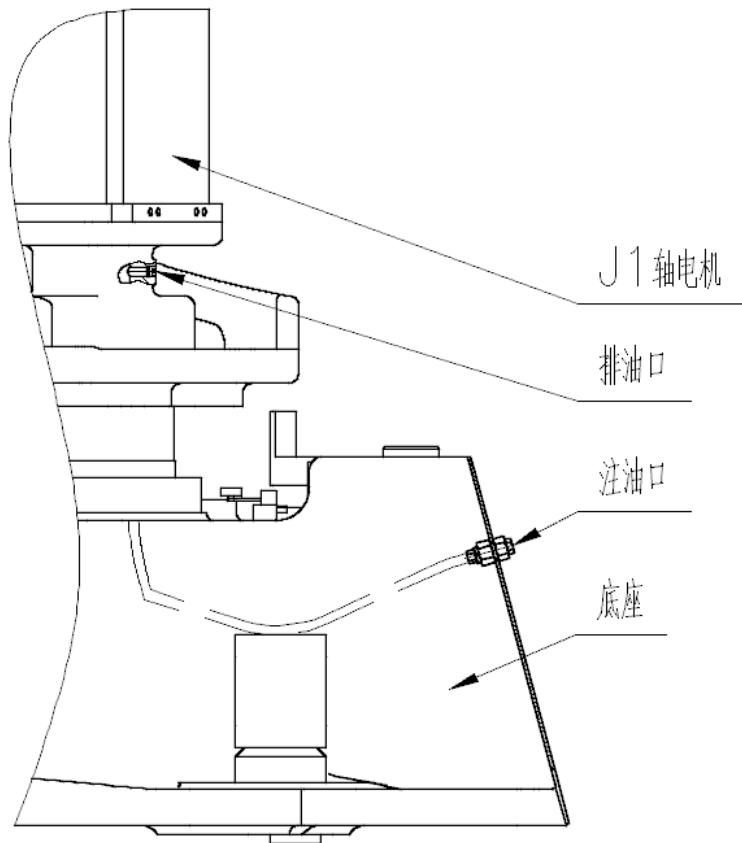

图 11 J1 轴局部结构
(1) 油脂补充步骤 (参考图 11)
- ③ 安装排油口堵塞前，运动 J1 轴若干分钟，使多余的油脂及空气从排油口排出；
- ④ 用布擦净从排油口排出的多余的油脂，在排油口安装堵塞。堵塞的螺纹处要缠生胶带，并用扳手拧紧。
(2) 油脂更换步骤（参考图 11）